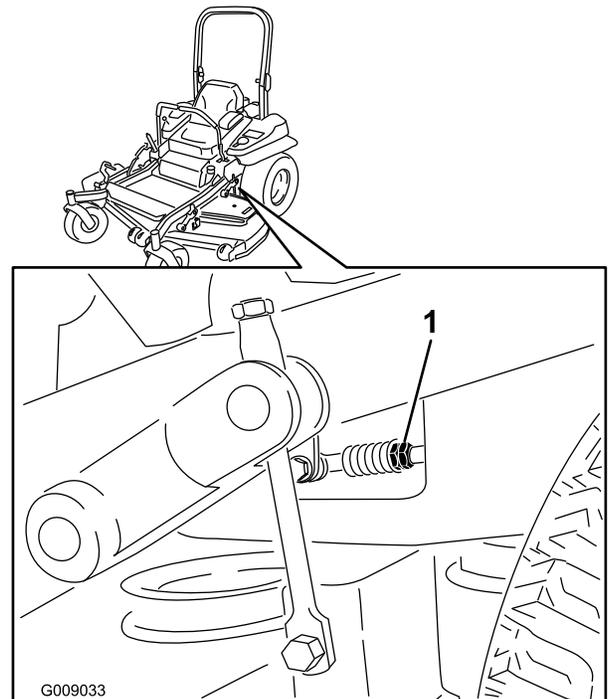

Figura 86
7. Ponga las palancas de control de movimiento en la posición de punto muerto. Ajuste la longitud de las varillas de control de las bombas girando las tuercas dobles de la varilla en el sentido apropiado, hasta que las ruedas se muevan ligeramente en marcha atrás (Figura 86). Mueva las palancas de control de movimiento a la posición de marcha atrás y, aplicando una ligera presión a la palanca, deje que los muelles de marcha atrás devuelvan las palancas a punto muerto. Las ruedas deben dejar de girar o moverse muy lentamente en marcha atrás.